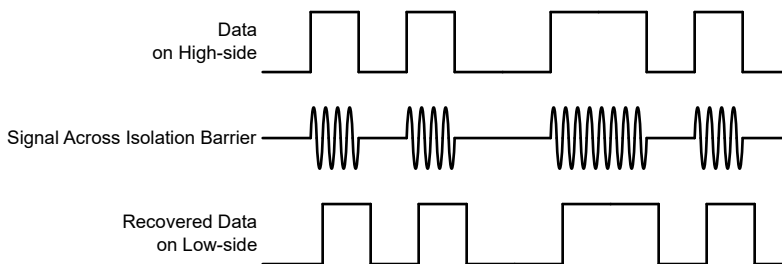

图 6-4. 基于 OOK 的调制方案
AMC23C11 使用开关键控 (OOK) 调制方案 (如 图 6-4 所示), 跨过基于 SiO_2 的隔离栅来传输比较器输出状态。功能方框图 所示发送驱动器 (TX) 跨过隔离栅发送一个内部生成的高频载波来表示数字一, 不发送信号则指示数字零。